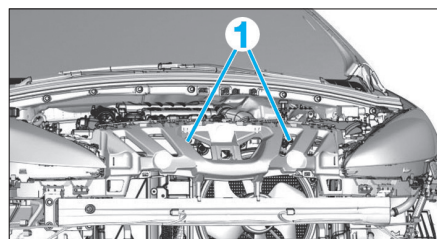

Fig. 5
- les vis de fixation du radiateur de refroidissement moteur (1) (Fig.5),